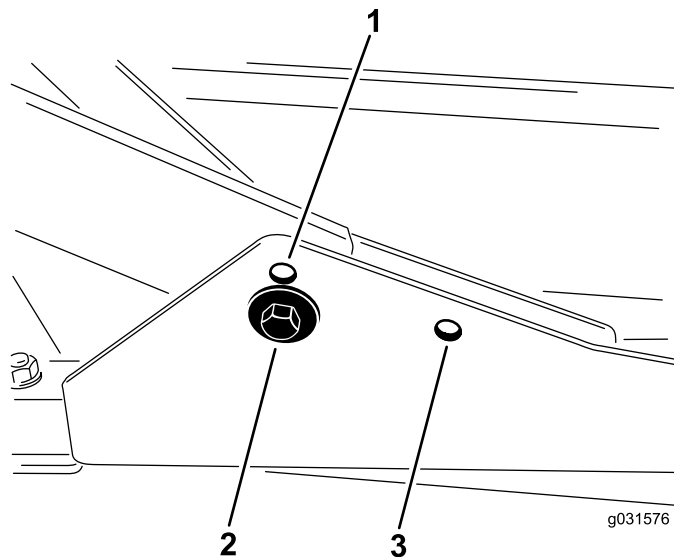

Bild 18
1. Befestigen Sie die vorderen Trägerrahmen für Schnitthöhen von 2 cm bis 7,6 cm in den unteren vorderen Befestigungslöchern (Bild 18).
2. Befestigen Sie die vorderen Trägerrahmen für Schnitthöhen von 6,3 cm bis 10 cm in den oberen vorderen Befestigungslöchern (Bild 18).
Befestigen Sie das Heckschneideeinheit für alle Schnitthöhen in den hinteren Befestigungslöchern (Bild 18).